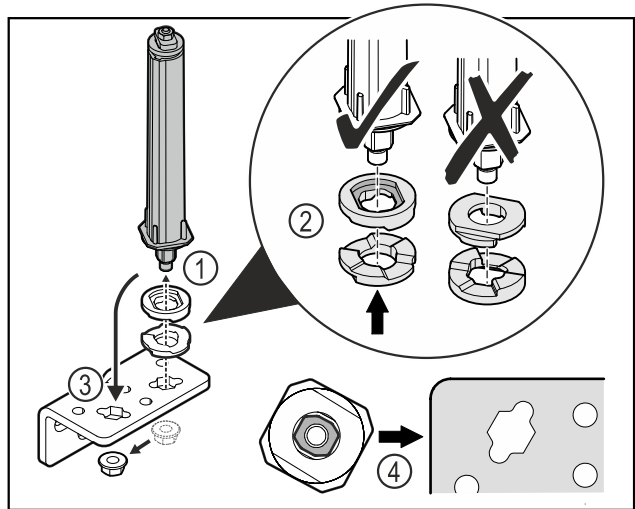

Fig. 41
- ▶ Λύστε το παξιμάδι και αφαιρέστε το σύστημα κλεισίματος πόρτας Fig. 41 (1).
- ▶ Βεβαιωθείτε για τη σωστή ευθυγράμμιση των ροδελών ρύθμισης ύψους Fig. 41 (2).
- ▶ Μεταφέρετε το σύστημα κλεισίματος πόρτας στη γωνία μεντεσέ και στερεώστε με το παξιμάδι Fig. 41 (3).
- ▶ Κατά την τοποθέτηση βεβαιωθείτε για τη σωστή ευθυγράμμιση του συστήματος κλεισίματος πόρτας Fig. 41 (4).